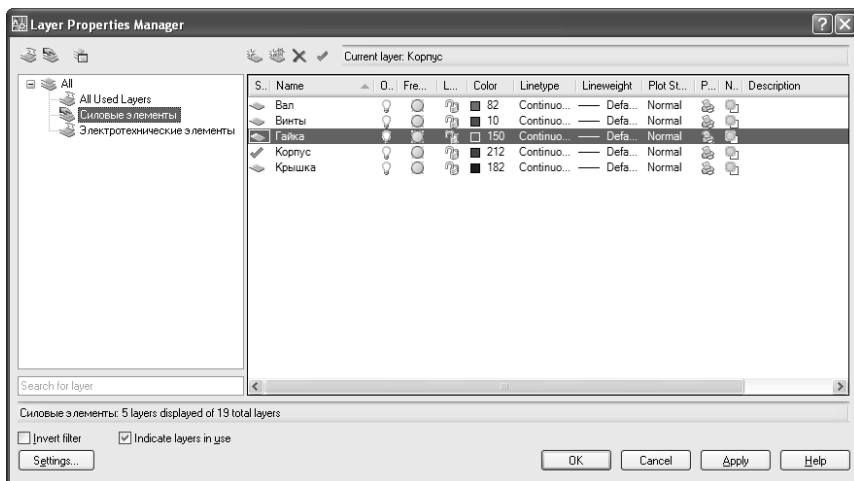

Рис. 4.23. Фильтр группы с добавленными слоями
4. AutoCAD снова откроет диалоговое окно **Layer Properties Manager** с перечнем слоев, добавленных в новый фильтр групп (рис. 4.23).